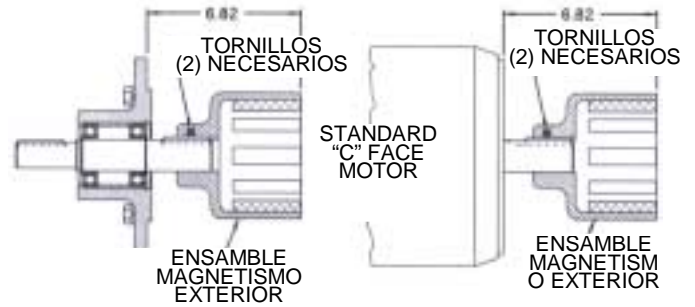
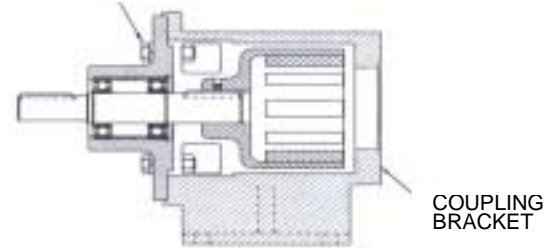

FIGURA 32
FIGURA 33
1. Compruebe si los imanes tienen algún objeto metálico sujeto. Retire cualquier material extraño. Coloque el magnetismo exterior según dimensión (**Ver Figura 32**). Aplique Loctite y apriete los tornillos en el motor o en la llave del porta cojinete y el eje.
2. Si el soporte no está sujeto a la base, sujételo (**See Figura 33**). Monte el motor o porta cojinete al soporte y sujete con los (4) tornillos de 0,5". Introdúzcalo y gire los imanes a mano para asegurarse que no hay interferencia. Si se produce deslizamiento, compruebe la dimensión en la **Figura 32** o contacte con fabrica.